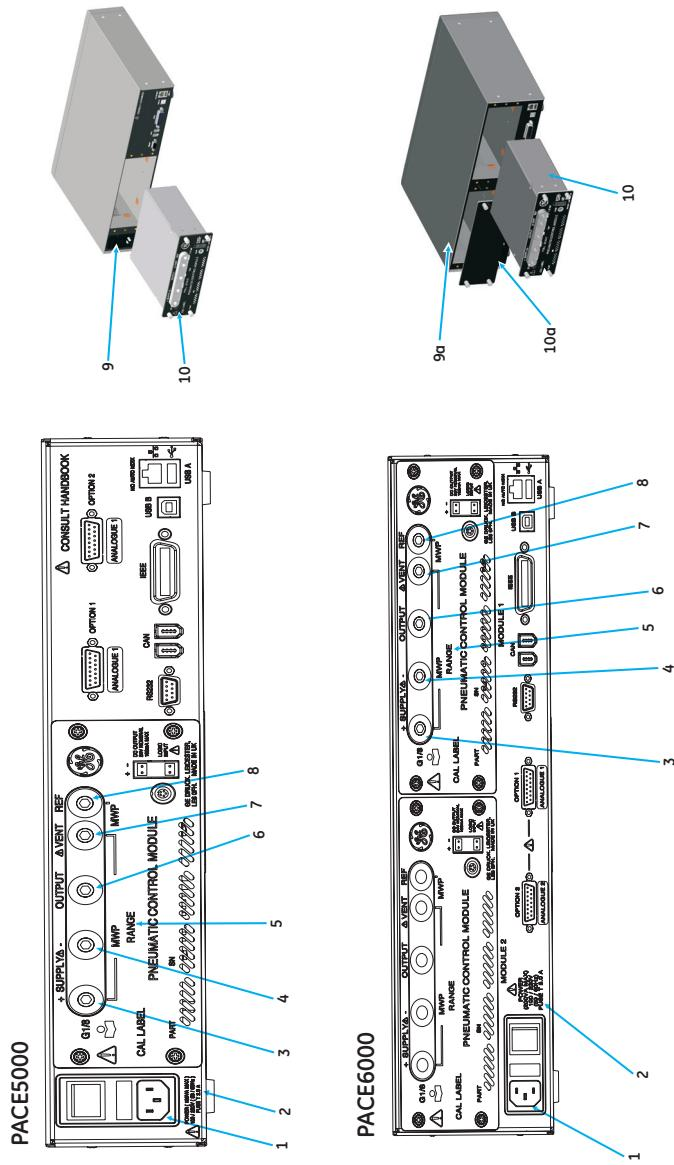

Figure 1
Légende de la figure 1
- N'appliquez pas de pression supérieure à la pression de service maximum indiquée en face arrière (cf. Figure 1, repère 5).
- N'appliquez pas d'alimentation électrique supérieure aux valeurs maximales indiquées en face arrière (cf. Figure 1, repère 2).